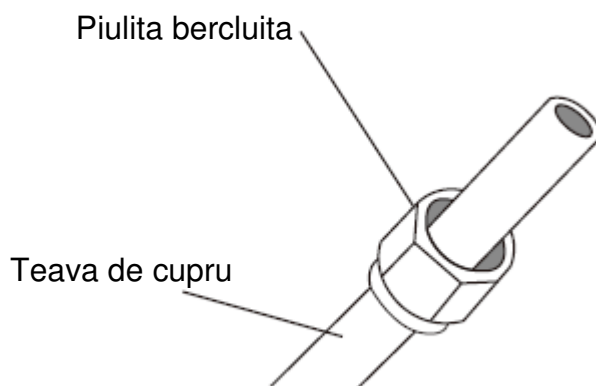

Fig. 5.3
3. Amplasati piulitele bercluite la ambele capete ale tevii. Asigurati-va ca acestea sunt indreptate in directia corecta, pentru ca nu mai este posibila amplasarea lor sau schimbarea directiei dupa ce au fost bercluite. Consultati **Fig. 5.3** .